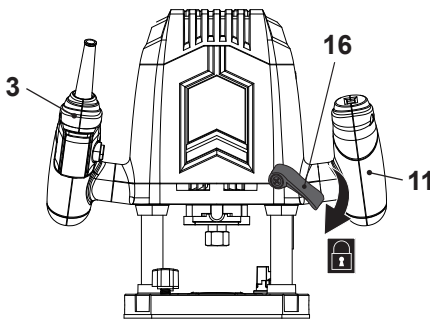

Fig. 1
> Pressione ligeiramente as pegas (3, 11) e ao mesmo tempo solte a alavanca de fixação da profundidade (16) para mover a carcaça para cima (Fig. 1, 2).